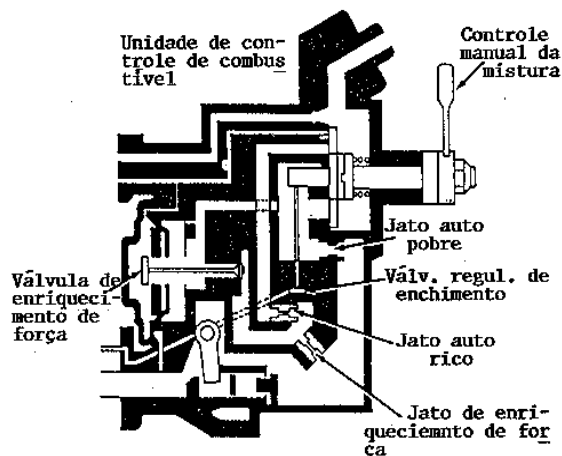

Figura 3-19 Unidade de controle de combustível.
A unidade de controle de combustível (figura 3-19) é fixada no conjunto do regulador, e contém todos os jatos e válvulas de medição. As válvulas de lenta e de enriquecimento de força, junto com as lâminas de controle de mistura, selecionam as combinações de jatos para as várias ajustagens, sendo, AUTO-RICO, AUTO-POBRE e CORTE DE LENTA.
O propósito da unidade de controle de combustível é medir e controlar o fluxo de combustível para o injetor de descarga. A unidade básica consiste de três (03) jatos e quatro (04) válvulas dispostas em série, paralelo, e série-paralelo (Veja a figura 3-19).